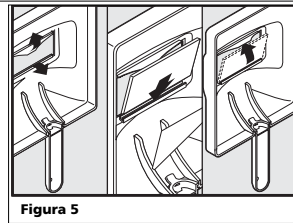

Figura 5
2. Introduzca los lentes de filtro exactamente como se muestra en la Figura 5.
3. Para conectar el mango, coloque la máscara sobre una superficie plana y oprima el mango hasta que calce (Vea la Figura 5).